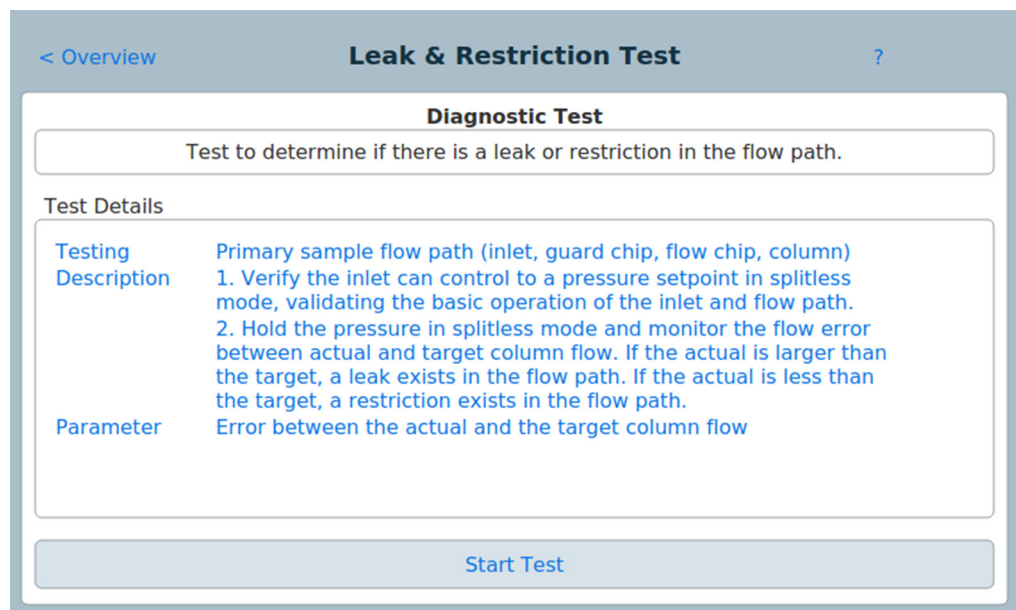

Figura 26 Pagina test perdite e restrizione.
- 2 Premere il test desiderato. La pagina di test corrispondente si apre. La pagina test include una descrizione del test e un'indicazione del parametro testato. Vedere Figura 26.